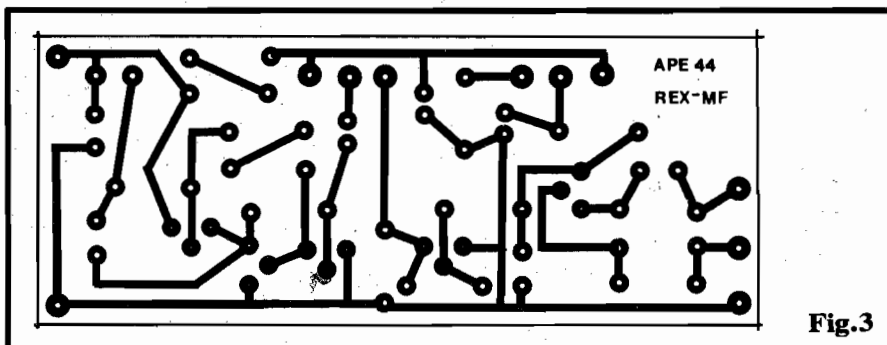

Fig.3
- FIG. 3 - LAY OUT DO CIRCUITO IMPRESSO ESPECÍFICO - Embora alguns Hobbystas mais "teimosos" talvez queiram "arriscar" a realização do REX-MF sobre simples "ponte" de terminais, nós **não** aconselhamos tal prática, uma vez que circuitos que trabalhem sob Frequências elevadas (como é o caso...) devem ser montados de modo a evitar ao máximo as capacitâncias distribuídas, as indutâncias "parasitas", características das construções "em aberto", sobre "pontes", com fiações longas, percursos de sinal "tortuosos", etc. Enfim: quem quiser realizar a montagem sobre uma "ponte" de terminais, pode fazê-lo, mas deve preparar-se para enfrentar instabilidade e dificuldades nas fixações de ajustes e sintonias... Entretanto, como o número de componentes não é exagerado, o **lay out** de um Circuito Impresso específico (método **recomendado** para a montagem) fica razoavelmente descomplicado, como prova a figura 3... O padrão de ilhas e pistas cobreadas está, na figura, em tamanho natural (escala 1:1), tornando-se muito fácil a cópia e traçagem (e posterior corrosão, furação e limpeza...). Os preceitos insistentemente enumerados nas INSTRUÇÕES GERAIS PARA AS MONTAGENS (lá no começo de toda APE...) **devem** ser seguidos à ris-